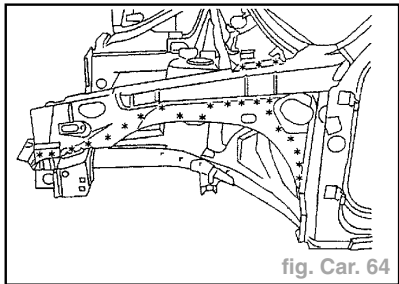

fig. Car. 64
- Dégrafer les points à l'aide d'une fraise de diamètre = **8 mm** (fig. Car. 64, 65 et 66).